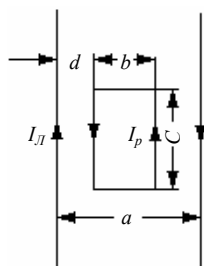

Рис. 3.1
**Исходные данные.** В плоскости осей проводов двухпроводной линии расположена прямоугольная рамка так, что длинные стороны ее параллельны осям проводов (рис. 3.1).